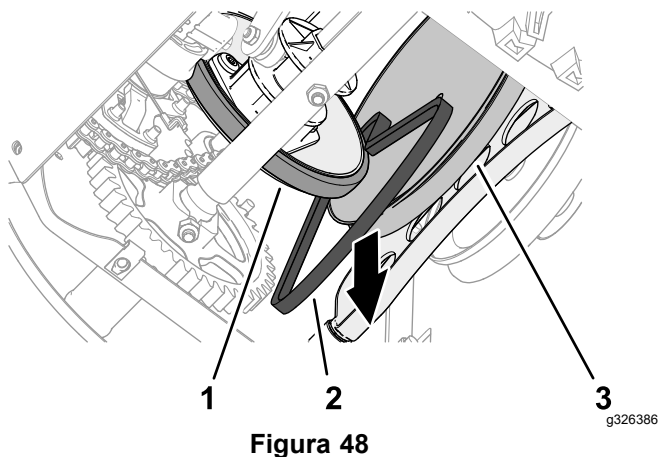

Figura 48
7. Fate scorrere la cinghia di trazione tra la ruota di frizione e la puleggia di trazione e rimuovete la cinghia dalla macchina (**Figura 48**).